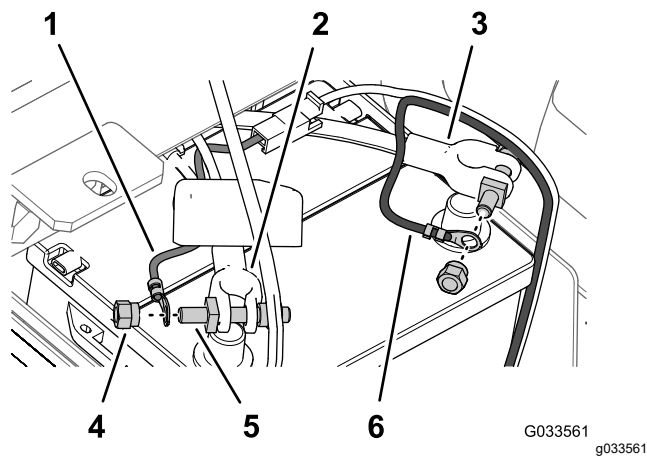

Figura 31
6. Fixai borna inelară a siguranței fuzibile (cablajul pulverizatorului) la suportul urubului de bornă pe care l-ai asamblat la cablul pozitiv al bateriei cu o piuliță de strângere (Figura 31).
7. Fixai borna inelară a cablului negativ (negru - cablajul pulverizatorului) la suportul urubului de bornă pe care l-ai asamblat la cablul negativ al bateriei cu o piuliță de strângere (Figura 31).